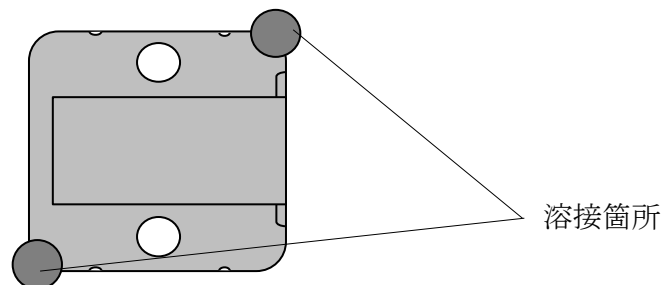

図3 溶接箇所
- (1) 本製品を保管する際は、直射日光を避け常温常湿の冷暗所に保存するようご配慮ください。
- (2) 本製品は耐久性を考慮した設計になっておりますが、I Cチップが内蔵されておりますので、できるだけ以下の環境下でのご使用は避けてください。
- ①圧力や衝撃、振動が加わる場所
- ②直射日光の当たる場所、火気類の傍など高温となる場所
- ③湿度の高い場所、結露しやすい場所
- ④水や液体への長時間の浸漬
- ⑤高い静電気が発生する場所
- ⑥強力な電磁場、放射線場の近く
- (3) 本製品は2次加工後のタグの構成やその被着体および周辺環境によって読み取り性が大きく変化することがあります。本製品の運用に先駆け、ご使用するリーダとの読み取り性を十分にご確認ください。
- (4) データの書き込みを実行する際には、正常に書き込みが完了したことをご確認いただくようお願いいたします。書き込み途中の電力不足に起因して、正常な書き込みが完了しない場合があります。
- (5) 本製品は金属被着体に溶接で取り付けが可能ですが、取り付けの際には火傷等をしないように十分にご注意ください。また、溶接時に長時間高温にさらされますと、故障の原因になりますのでご注意ください。溶接箇所は図3に示すように、対角二点での溶接をお勧めします。
- (6) 廃棄の際は行政または自治体指定の手順・規則に則り廃棄願います。